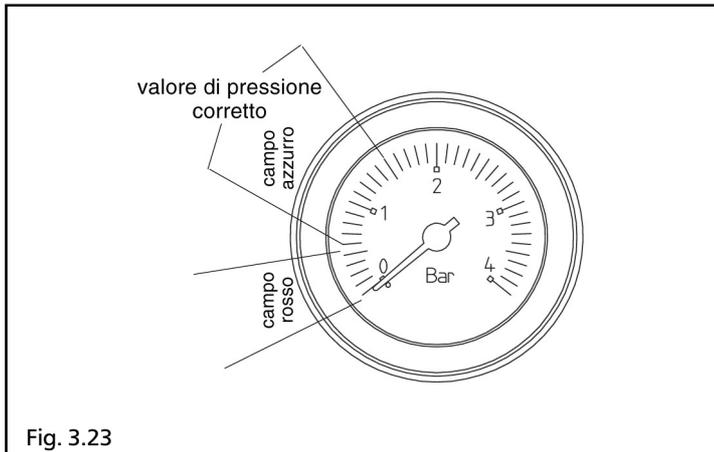

Fig. 3.23
- aprire di due o tre giri il tappo della valvola inferiore di sfogo aria automatica (A)
- accertarsi che il rubinetto entrata acqua fredda (B) sia aperto
- aprire il rubinetto di riempimento (C) fino a che la pressione indicata sull'idrometro sia compresa tra **1 bar** e **1,5 bar** (campo azzurro) (fig. 3.23)